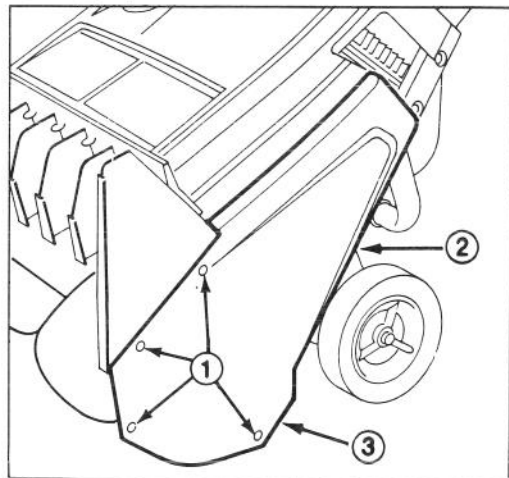

Fig. 8
UTSKIFTING AV DRIVREIMEN (Fig. 8, 9 og 10)
2. Fjern skruer, låsemuttere og lokkskruen med stoppskive flate (Fig. 8). Sett beltedekselet tilside.